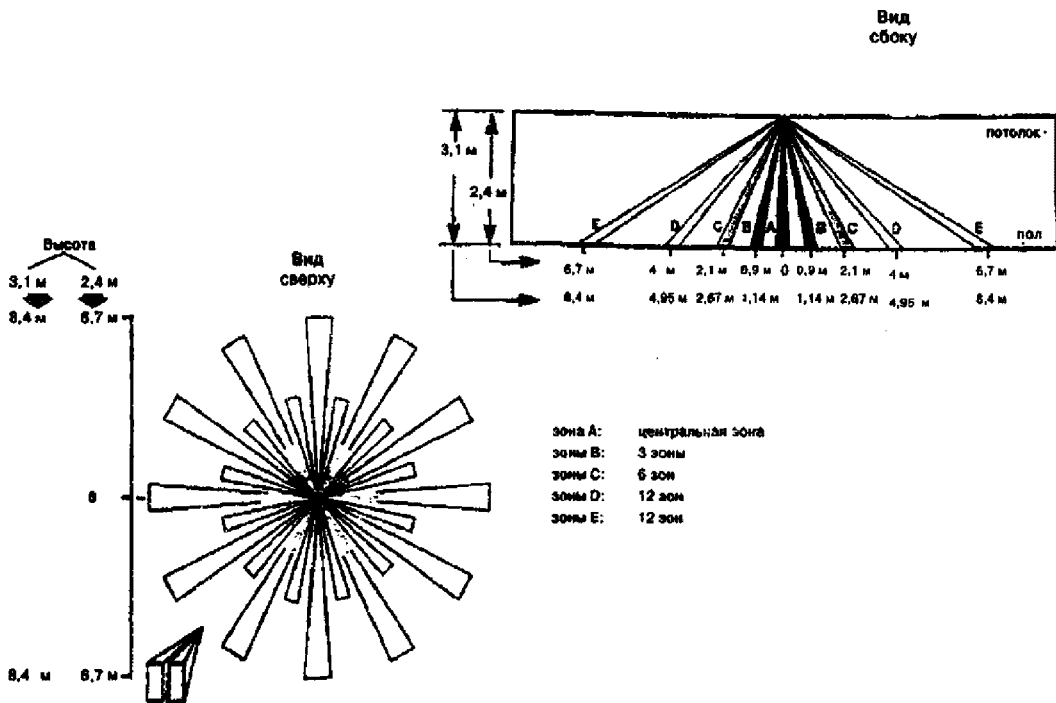

Рис. 5. Диаграммы обнаружения для линзы 997WD
3. Удалите один из двух желобов (knockouts), обеспечив этим доступ проводов (см. рис.5), и протяните провода в основание извещателя. *Замечание: удостоверьтесь, что провода не загораживают чувствительный элемент извещателя.*
4. Подсоедините провода к терминалу (см. рис. 5). Закройте все отверстия в основании поролоном для предупреждения попадания через них пыли и насекомых.
Извещатель поставляется с отключенным светодиодом (перемычка LED замкнута). Светодиод может быть включен (например, для проверки срабатывания извещателя) снятием перемычки (см. рис. 5). Чтобы не потерять перемычку, желательно при ее отключении установить ее на один штырек. После проверки срабатывания, при необходимости, светодиод можно отключить.